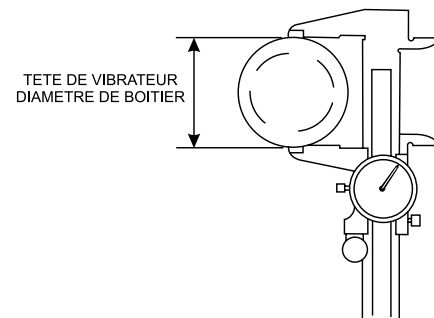

Figure 9. Diamètre Tête du Vibrateur
1. En utilisant une clé, retirez la pointe du vibrateur Figure 9) du corps de la tête du vibrateur. Avoir un chiffon à portée de main pour essuyer toute huile renversée.